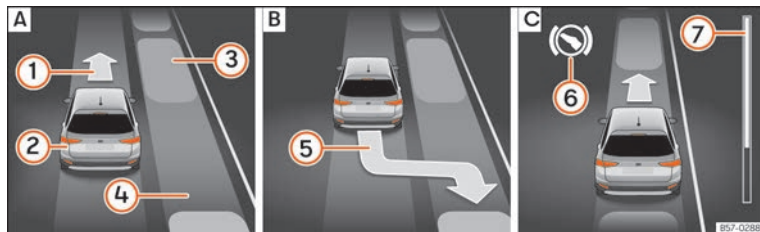
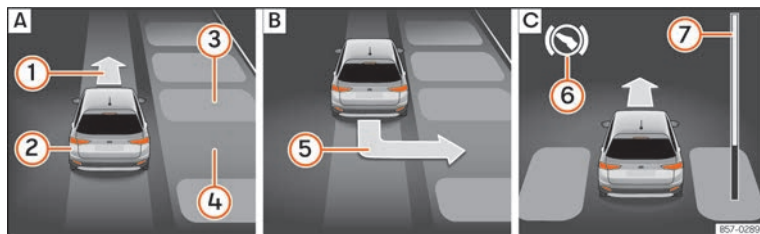

**Fig. 251** Sul display del quadro strumenti: parcheggiare in linea [A] Cercare uno spazio di parcheggio. [B] Posizione di parcheggio. [C] Manovra.
**Fig. 252** Sul display del quadro strumenti: parcheggiare a pettine. [A] Cercare uno spazio di parcheggio. [B] Posizione di parcheggio. [C] Manovrare.
Legenda della **fig. 251** e **fig. 252**:
La barra di avanzamento » **fig. 251** ⑦ e » **fig. 252** ⑦ mostra simbolicamente nel display del quadro strumenti la distanza relativa ancora da percorrere. Maggiore è la distanza, maggiore sarà il riempimento della barra di avanzamento. Circolando con la marcia in avanti, il contenuto della
| 2. | Nella visualizzazione del display del quadro strumenti controllare se lo spazio è stato rilevato come "idoneo" ed è stata raggiunta la posizione corretta per parcheggiare ►► fig. 251 [B] o ►► fig. 252 [B]. |
|    | OPPURE: retrocedere finché nel display del quadro strumenti non comparirà l'indicazione di spostarsi con la marcia in avanti ►► fig. 251 [C] o ►► fig. 252 [C].            |
| 9. | L'assistente di parcheggio dirige il veicolo con la marcia in avanti o in retromarcia fino a posizionarlo al centro dello spazio di parcheggio ►► fig. 251 [C] o ►► fig. 252 [C]. |